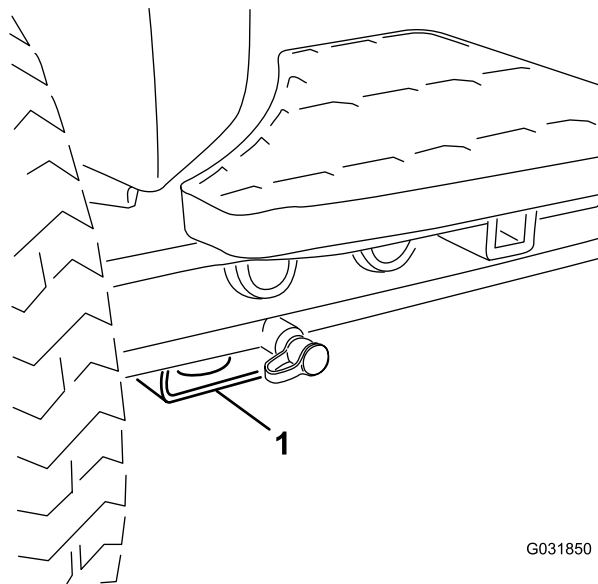

Figure 72
- Avant – patin rectangulaire sous le tube d'essieu, à l'intérieur de chaque roue avant (Figure 72).